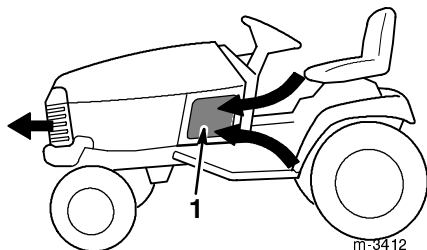

Abbildung 7
2. Die 3 Lufteinlasssiebe (Abb. 7) auf Fremdkörper untersuchen. Fremdkörper vor jedem Einsatz und/oder während des Einsatzes entfernen, wenn nötig.